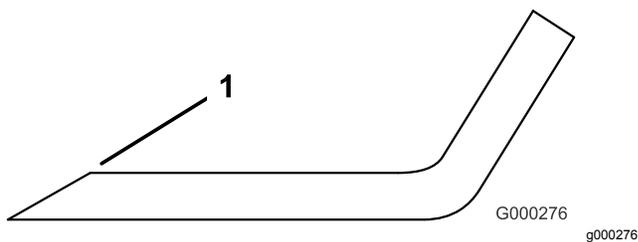

Рисунок 116
3. Проверьте режущие кромки всех ножей и заточите их, если они затупились или имеют зазубрины (Рисунок 116).
Примечание: Чтобы ножи всегда оставались острыми, затачивайте только верхнюю сторону режущей кромки и сохраняйте первоначальный угол заточки (Рисунок 116). Балансировка ножа не нарушается, если с обеих режущих кромок удаляется одинаковое количество материала.